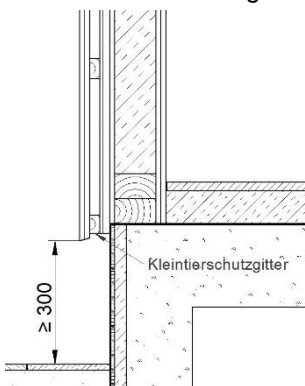

Bild 1
- Bei allen direkt bewitterten Fassadenbekleidungen muss ein Abstand von 300 mm zur Oberkante Gelände oder zum wasserführenden Belag vorhanden sein (Bild 1).